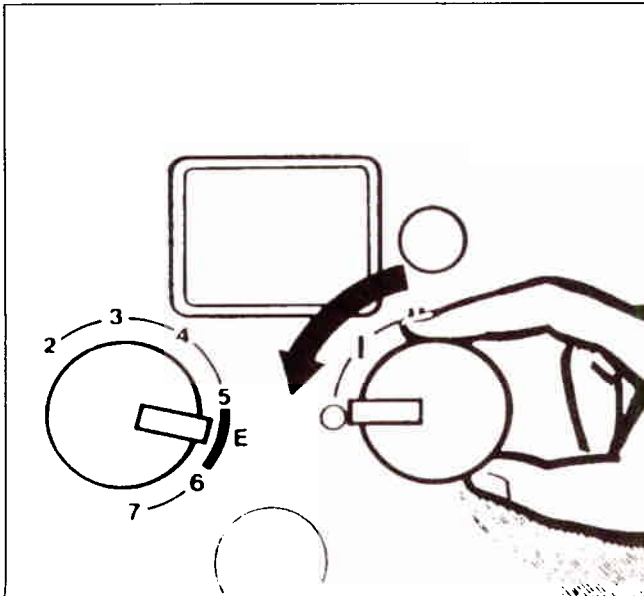

Bild 2
- Drehen Sie den Hauptschalter auf Stellung „0“ (Bild 2 oder 3).